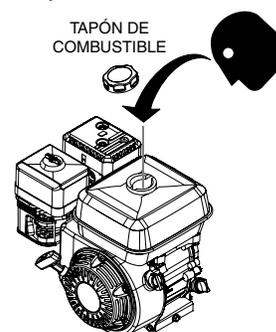

Figura 5. Revisión del combustible
1. Inspeccione visualmente (Figura 5) para comprobar si el nivel del combustible está bajo. Si el nivel está bajo, llene con gasolina sin plomo.